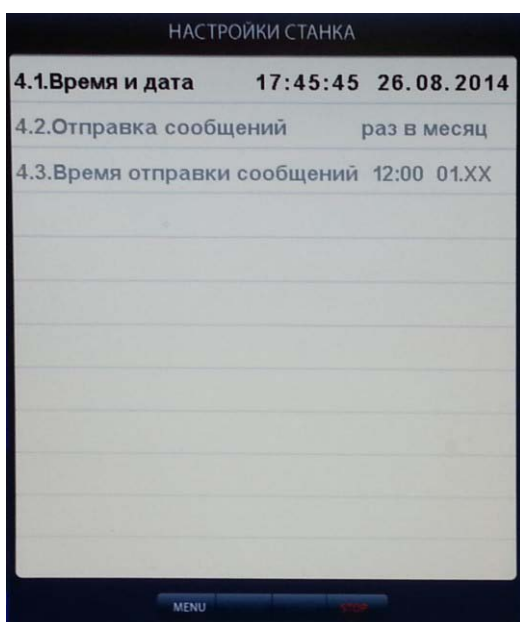

рис.23.1
23.2.Настройка времени (рис.23.1).